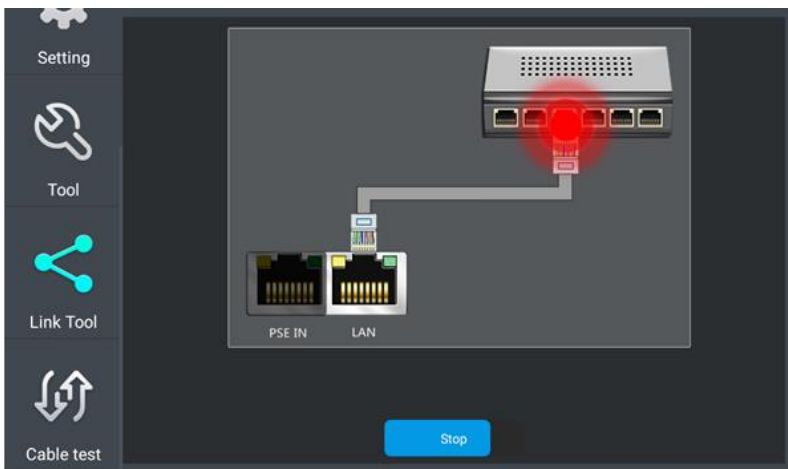

Рис. 134 Интерфейс приложения определения порта (Port Flashing)
**Определение порта (Port Flashing)**, рис.134